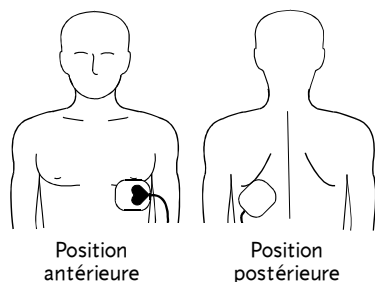

Figure 3-1 Placement antérieur-postérieur
- 1 Placer le patch ♥ ou + sur la région précordiale gauche, comme indiqué à la Figure 3-1. Le bord supérieur du patch doit être placé sous le mamelon. Éviter de le placer sur le mamelon, le diaphragme ou la proéminence osseuse du sternum, si possible.
- 2 Placer l'autre patch derrière le cœur dans la zone intrascapulaire, comme indiqué à la Figure 3-1. Pour assurer le confort du patient, éloigner la connexion du câble de l'épine. Ne pas placer l'électrode sur les proéminences osseuses de l'épine ou de la scapula.